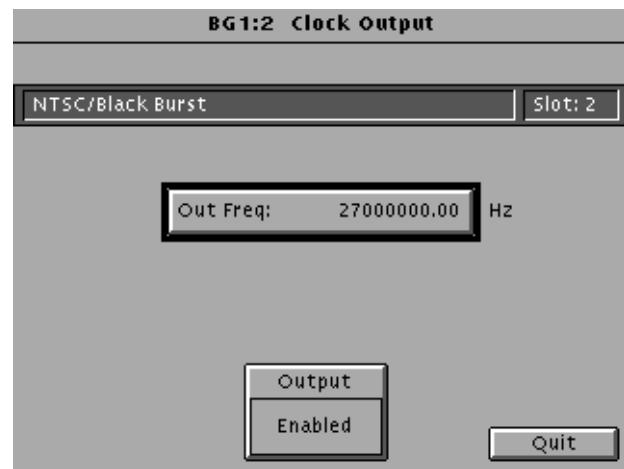

図 2-6 : Clock Output ウィンドウ
**Clock Output ウィンドウ**：このウィンドウを使用すると、クロック周波数の設定およびクロック出力の有効／無効の設定が行えます。図 2-6 に、Clock Output ウィンドウを示します。